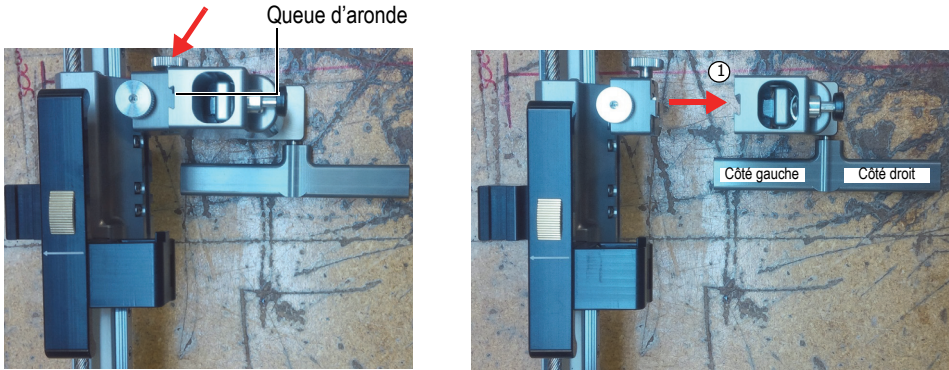

Figure 2-13 Desserrage du bouton (à gauche) pour retirer le support de sonde (à droite)
1. Desserrez le bouton du support de sonde du scanner et faites glisser le support de sonde hors de la queue d'aronde (voir la Figure 2-13 à la page 38).